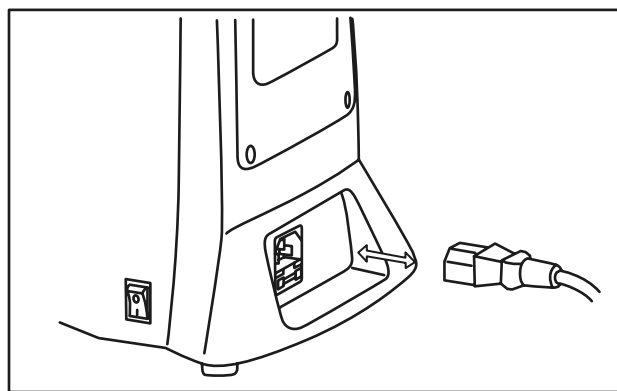

Figura 6.
• Conexión de la alimentación eléctrica (Figura 6)